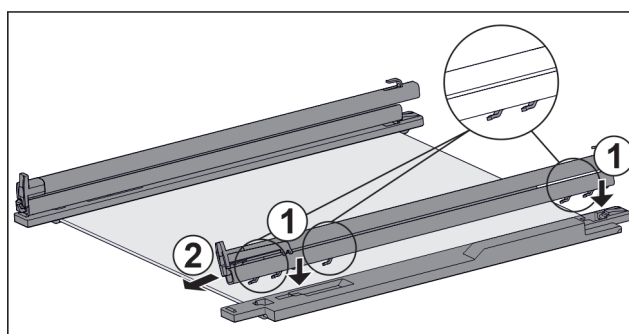

Fig. 132 Skleněná deska s kolejničkami a přídržnými díly
- ▶ Nasadte háčky kolejničky na otvory **levého** přídržného dílu. Fig. 132 (1)
- ▶ Vytáhněte kolejničku dopředu. Fig. 132 (2)
- ▶ Nasad'te háčky kolejničky na otvory **pravého** přídržného dílu. Fig. 132 (1)